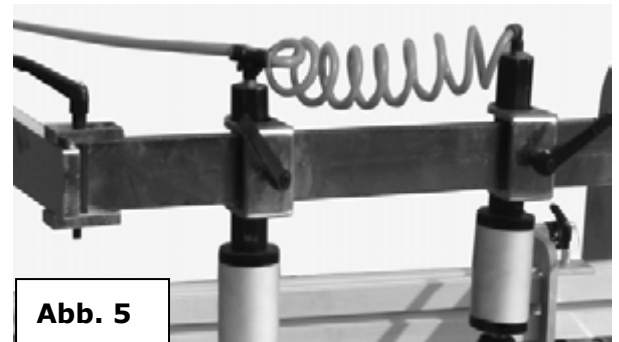

Abb. 5
- Setzen den langen Druckluftschlauch auf die Y-Verbindung. Abb. 5